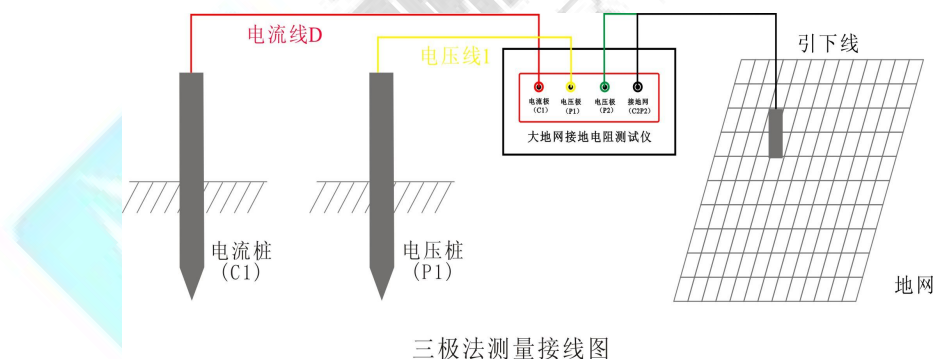
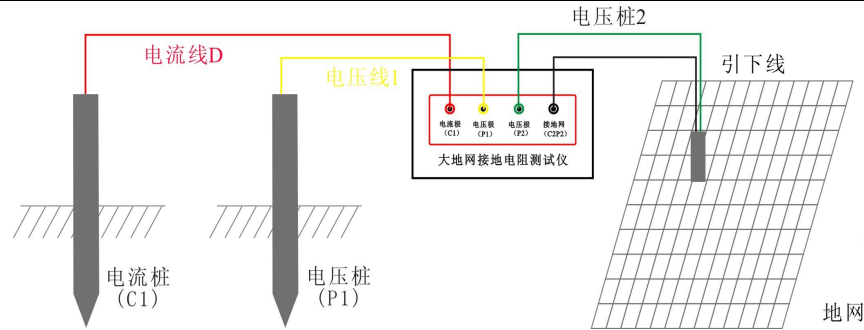

图 3 三极法测量接线图
图 4 四极法测量接线图
3、电流测试线和电压测试线按规定的长度将一端与仪器相接后平行放出。另一端分别接在两个地桩上（如图 3 或图 4 所示）。